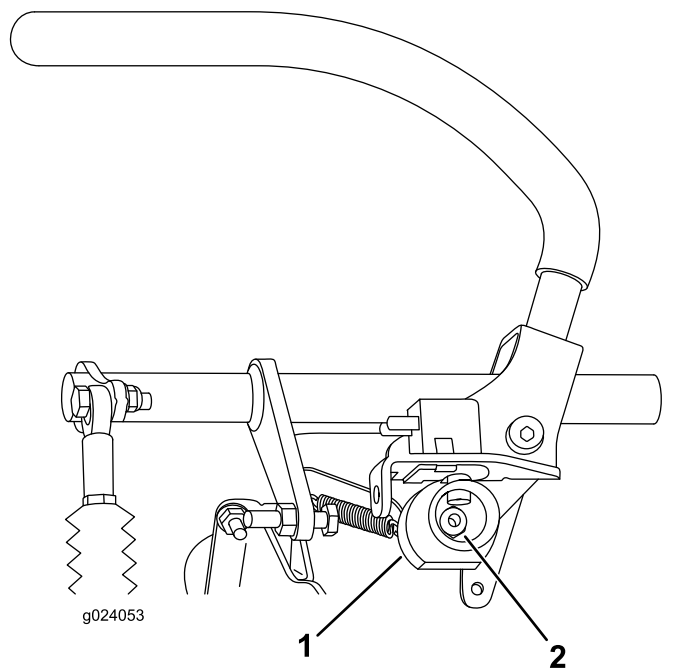

Figure 65
6. Desserrez l'écrou de fixation de la came (Figure 65).